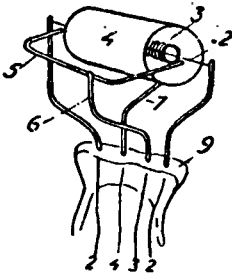
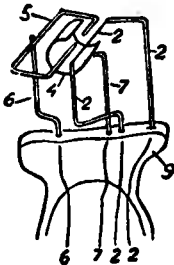

Рис. 5
Рис. 6
Лампы описываемой конструкции Колем были исследованы с особой тщательностью. На рис. 5 изображена одна из ламп конструкции Коля, у которой отличительной особенностью является та же дуга, замыкающая сетку лампы накоротко, какую мы видим и в лампах, применявшихся в опытной связи между Дувром и Калé. На рис. 6 показан следующий тип лампы, разработанный Колем; в этой лампе, как видно из рисунка, сетка вообще отсутствует. Ее заменяют два провода — зонды, которые на внешней стороне анода переходят в дугу (5). Кроме того у этого типа лампы анод состоит лишь из полуцилиндра. Колю с этой лампой удалось возбуждать волны длиной до 4,7 см при мощности отдачи в 1 милливатт.